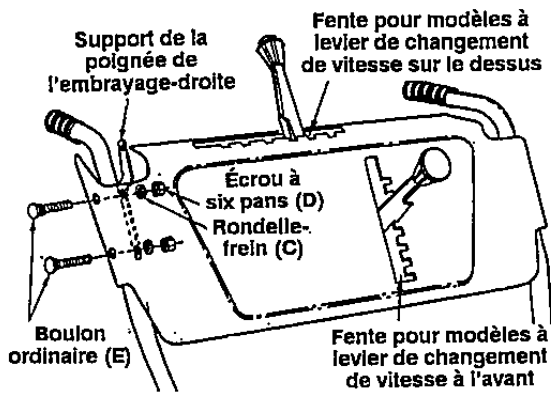

FIGURE 4
1. Positionnez le panneau de commande sur l'extérieur du guidon de droite, comme à la figure 4. Enfoncez le boulon ordinaire (E) à travers le guidon, le panneau de commande, les supports de la poignée de l'embrayage et attachez-le sans serrer avec les rondelles-frein (C) et les écrous à six pans (D).